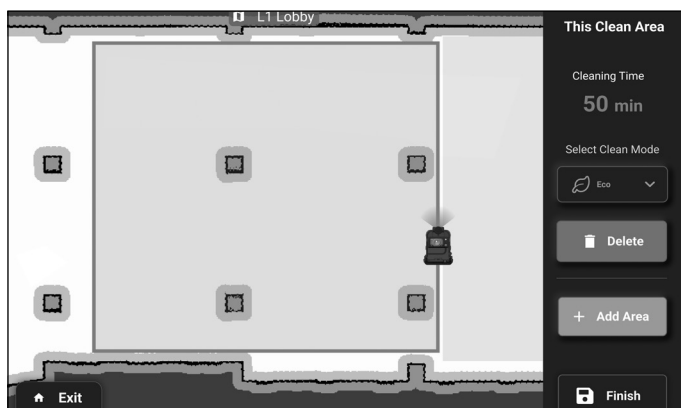
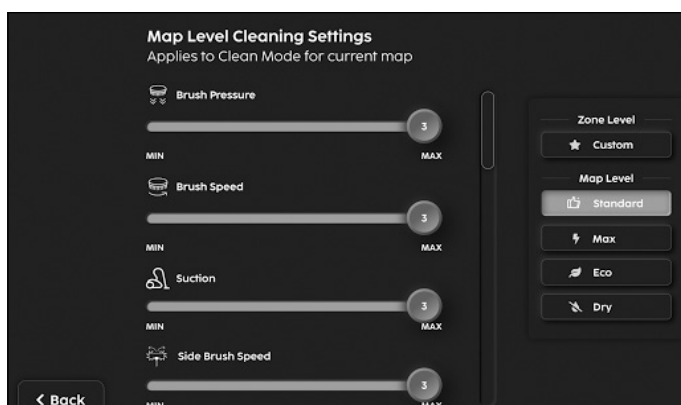

Figure 35
Figure 36
16. Sélectionnez le mode de nettoyage préféré dans le menu déroulant (**Fig. 35**), (**Fig. 36**).